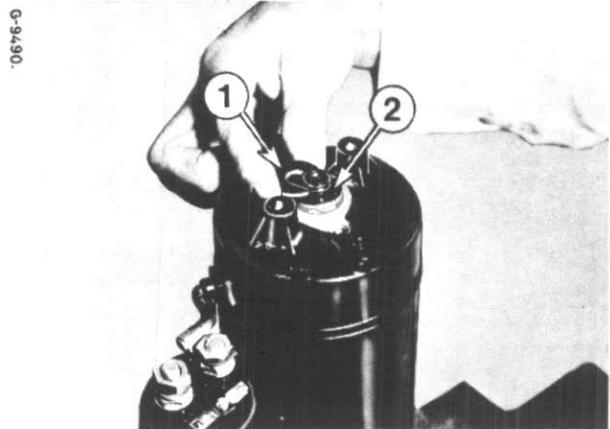

Figure 31
Démontez la rondelle (1) et les cales (2), fig. 31.